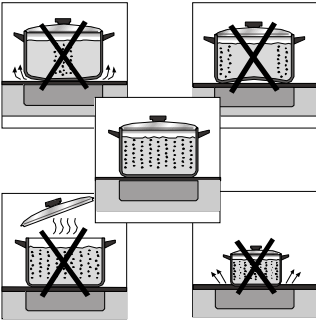

Fig. 7
- ☐ Los fondos desiguales alargan el tiempo de cocción y aumentan el consumo de energía, ver figura. Los recipientes deben tener el diámetro de la base lo más aproximado posible a la medida de la zona de cocción y estar centrados en ella, fig. 7